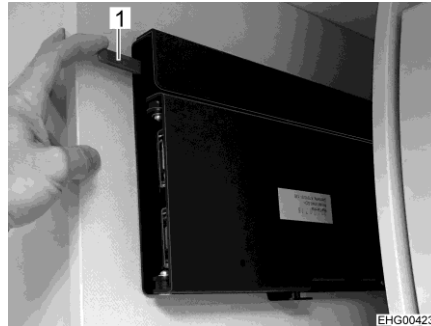
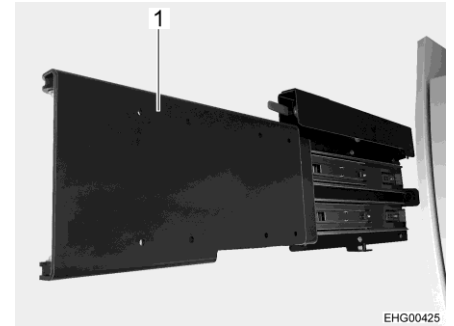

Fig. 93 Déverrouiller la rallonge
Fig. 94 Rallonge (sortie)
- Pousser le levier rouge (Fig. 93,1) vers le bas et faire sortir la rallonge (Fig. 94, 1). L'écran plat est orienté vers la cellule.